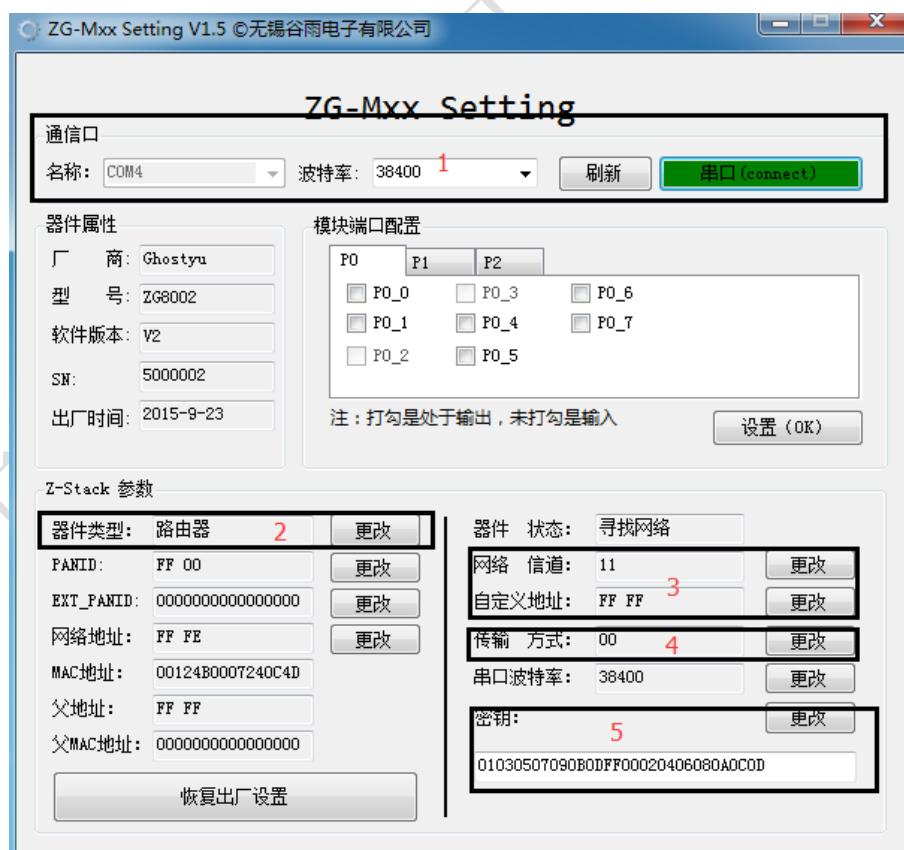

图 7 ZG-Mxx V1.5 设置界面图
1. 将其中的一个 ZG840x 设备配置成协调器，来创建网络，其 PANID=0xFF00。为了方便用户对 ZG840x 设备进行设置，我们提供了相应的 PC 端 APP 来帮助大家轻松完成你想要的配置。其操作的界面如图 7 所示。第一步就是连接 ZG840x 设备，在图 7 的界面中选择相应的串口，选择相应的波特率，然后点击后面的串口按钮。如果在应串口上有 ZG840x 设备，按钮就会变成绿色背景。如图 7 中 1 所示。接着就是用户根据自己的需要配置相应的参数。其中更改器件类型，PANID，都会引起 ZG840x 的重启。如果对这些参数设置成功，ZG840x 设备将会在 1 秒钟后重新启动。关与 ZG-Mxx Setting 使用说明，请参考该软件工具的使用说明。（界面适用于 ZG840x 设备）
用户可以根据图 7 所示的界面对连接在 PC 的串口上的 ZG840x 进行相应的设置，即可完成相应的操作。
3. 设置成路由器之后，如果其还没有加入网络，则其网络地址为 FF FE，父地址为 FF FF，父 MAC 地址为 0000000000000000，如图 7 所示。其底板上的绿灯会在闪烁，表示其正在寻找网络。而图 7 中的 PANID 一项显示其想要加入网络的网络标识。如果其成功加入网络，底板上的黄灯就会常亮。而对于协调器而言，其本身就是创建网络的设备，所以只要 ZG840x 是协调器，其指示灯就会以 2 秒的间隔亮一次。
4. 对于终端的 ZG840x 模块(V3 软件版本支持终端)，它的定时唤醒时间间隔默认为 5 秒。用户可以在图 7 的界面中观看到。当然用户也可以通过其后的更改按钮，更改默认的时间间隔。这个时间间隔最大为 65 秒。